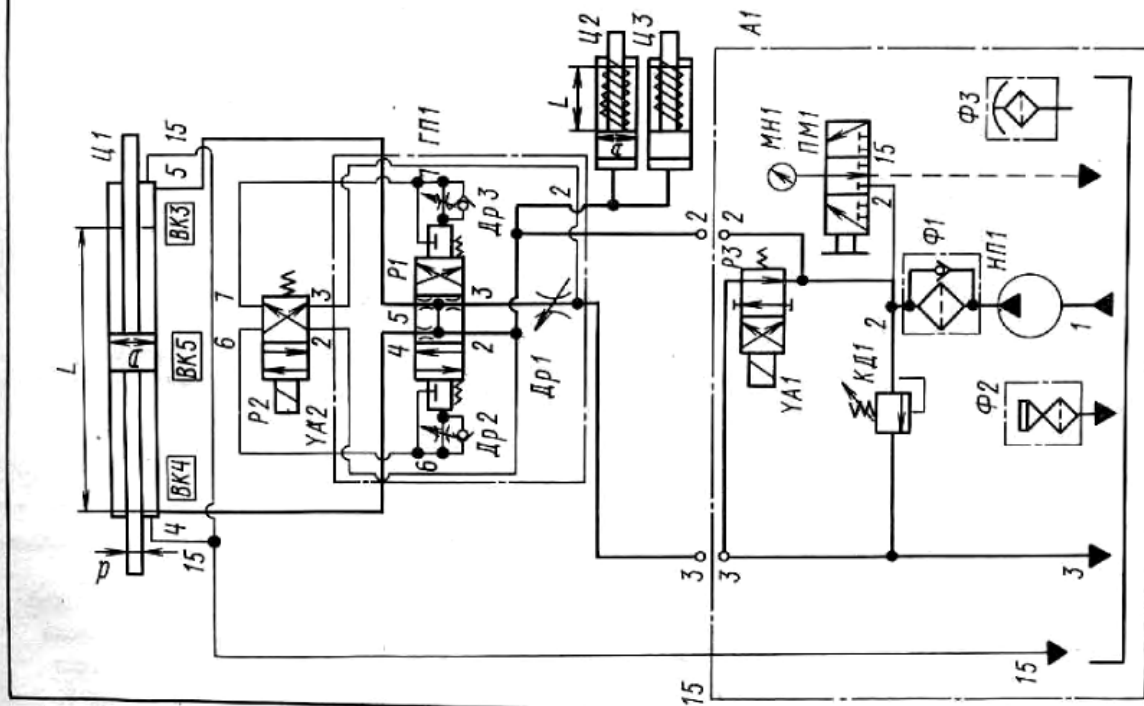

Рис.1. Схема гидравлическая принципиальная
Схема гидравлическая принципиальная приведена на рис.1, перечень гидроаппаратуры - в табл.1, перечень аналогов смазочных материалов - в табл.2.
трубами согласно схеме гидравлической принципиальной (см. рис.1).
4. ОПИСАНИЕ РАБОТЫ ГИДРОСИСТЕМЫ (рис.1)
Нажатием кнопки "Пуск гидропривода" включается электродвигатель привода пластинчатого насоса НП (см.рис.1). Масло по магистрали 2-Р3-3 уходит на слив. Происходит разгрузка гидросистемы.
Включением соответствующих электромагнитов (см. рис.1) проверить работу всех гидроцилиндров.